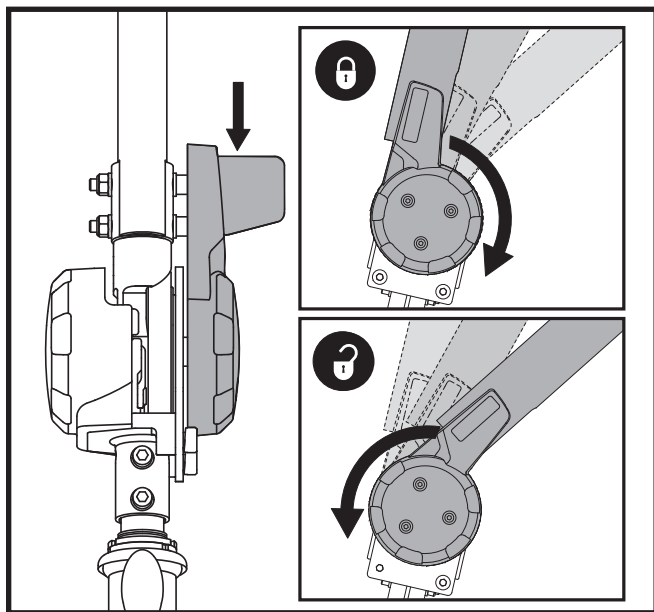

Figure 10. Réglage du guidon
1. Avec le siège et la batterie retirés (voir les procédures de démontage sur la page précédente), abaissez le guidon et serrez le bouton de réglage. **Voir la figure 10.**
3. Remontez complètement le guidon en position et resserrez le bouton de blocage. **Voir la figure 10.**